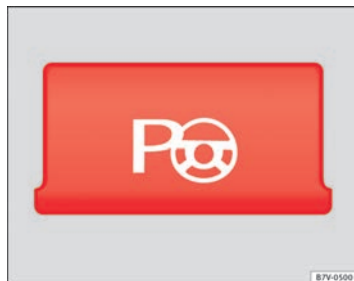

Fig. 145 Dettaglio della console centrale: tasto per inserire manualmente l'assistente di manovra per parcheggio.
- **Nei parcheggi paralleli alla strada:** premere il tasto  fino a una velocità di 50 km/h **alla volta**. Quando la funzione è attiva si accende una spia sul tasto ⇒ **fig. 145**.
- **Nei parcheggi perpendicolari alla strada:** premere il tasto  fino a una velocità di 50 km/h **due volte**. Quando la funzione è attiva si accende una spia sul tasto ⇒ **fig. 145**.
- Premere il tasto . Quando la funzione è attiva si accende una spia sul tasto ⇒ fig. 145.